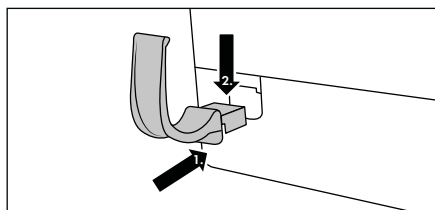

Fig. 1
- ◆ Sæt slangeholderen 16 ind i produktets åbning, og skub den ned, så den sidder fast (se fig. 1).